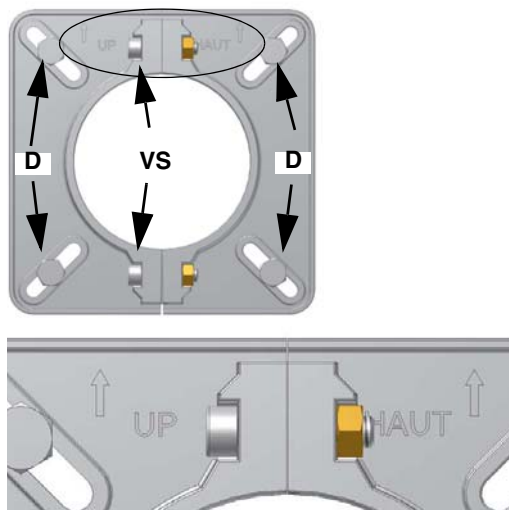

Рис. 2
- 4 согласно ссылке, данной на Рис. 2, закрепить фланец к шпилькам котла с помощью гаек **D**, не затягивая их полностью;